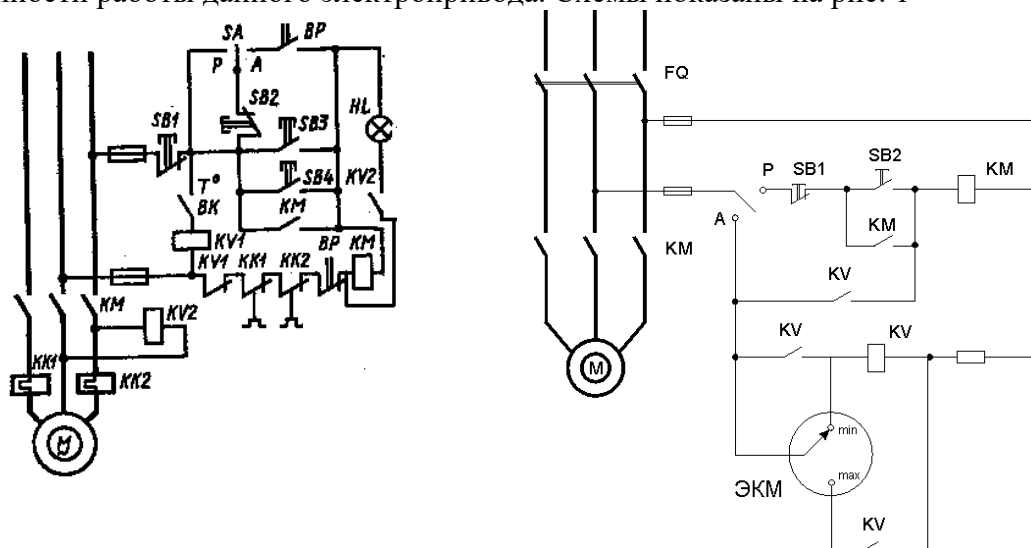

Рис. 1
1. Указать элементы электрической принципиальной схемы (для одной из предложенных схем), объяснить процесс пуска электродвигателя; возможности регулирования частоты вращения; способы электрического торможения, примененные в схеме; виды защит и способы реализации данных защит в схеме; особенности работы данного электропривода. Схемы показаны на рис. 1